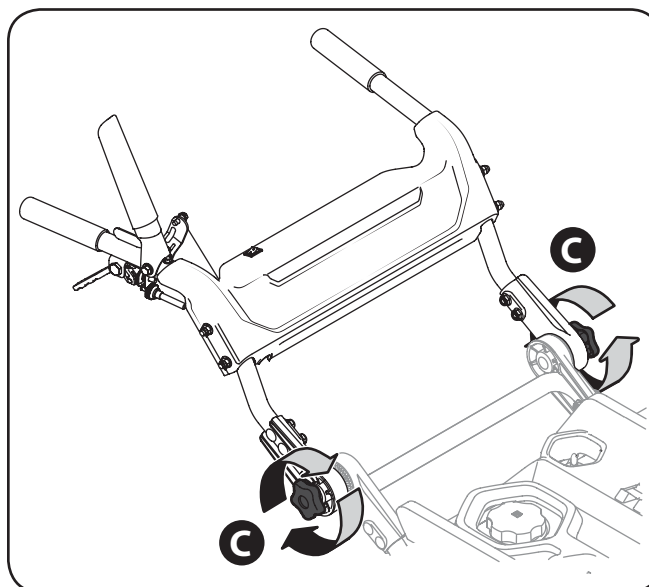

Figura 3-3
3. Ajuste las dos perillas en estrella (C) para sujetar firmemente la manija superior y los tubos de soporte. Consulte la Figura 3-3.
Nota: Las prácticas perillas en estrella, que se detallan en C de la Figura 3-3, están disponibles para que el operador pueda ajustar rápida y fácilmente la manija, en función de sus preferencias y/o la aplicación.
2. Ajuste ligeramente las dos perillas en estrella (C) para sujetar la manija superior en la posición en que queda guardada. Vea la Figura 3-3.